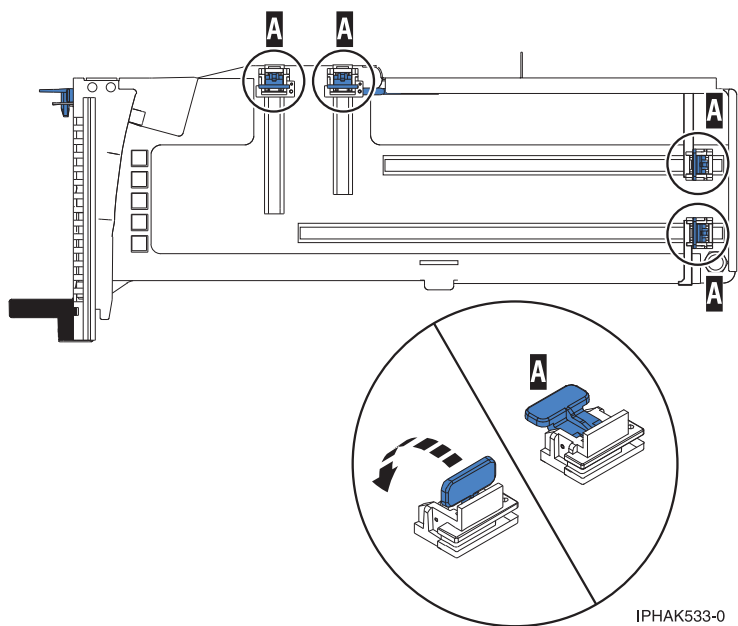

図 68. カセット内のアダプター保持器具
- a. アダプターを収容できるように、すべてのアダプター保持器具がカセットの端に押し出されていることを確認します。 66 ページの図 68を参照してください。